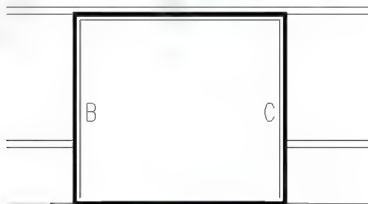

图 4.25 立面门的门框
(1) 设置【门窗】图层为当前层，用【窗口缩放】命令将首层的门洞口放大至如图 4.25 所示的状态。
(2) 用【偏移】命令将门洞口线向内偏移 80mm，并用【分解】命令将其分解。由于门框没有下边框，所以需将最下面的线删除，结果如图 4.25 所示。